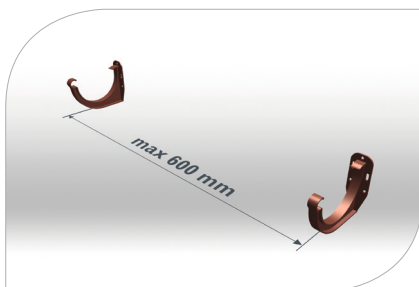

рис.2
- 1.4 Рекомендуемая расстановка кронштейнов составляет 60 см **(рис. 2)**